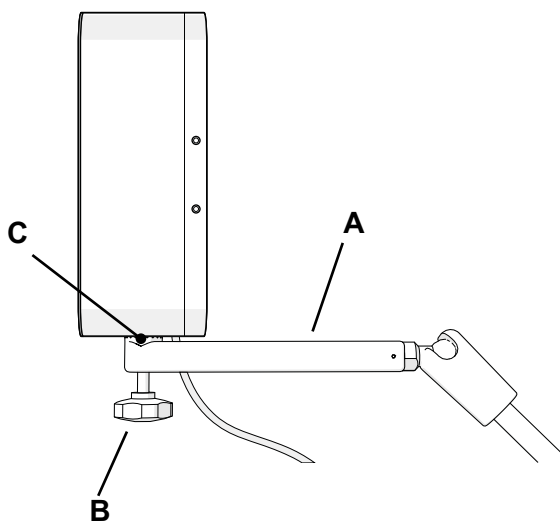

图 1 - 在磁场发生器安装臂上定位磁场发生器（侧视图）
2. 定位磁场发生器安装臂时，使它的齿（图 1，C）朝上，磁场发生器安装臂（图 1，A）的铰接臂上部与手术台平行。
3. 放置磁场发生器，使其与磁场发生器安装臂的齿平齐（图 1，C）。
4. 用一只手从上方固定磁场发生器，将星形手柄螺钉（图 1，B）直接插入磁场发生器的螺纹中，然后用另一只手从下方固定星形手柄螺钉。
1. 定位磁场发生器安装臂，使铰接臂的上部与手术台平行，磁场发生器安装臂的星形手柄螺钉朝下。参考图 1。